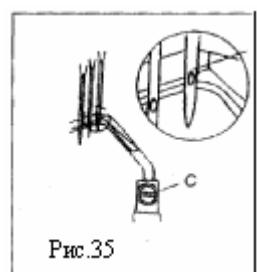

Рис.35
c. Отрегулируйте положение заднего игольного ограждения, ослабив винт крепления (C) (Рис.35)